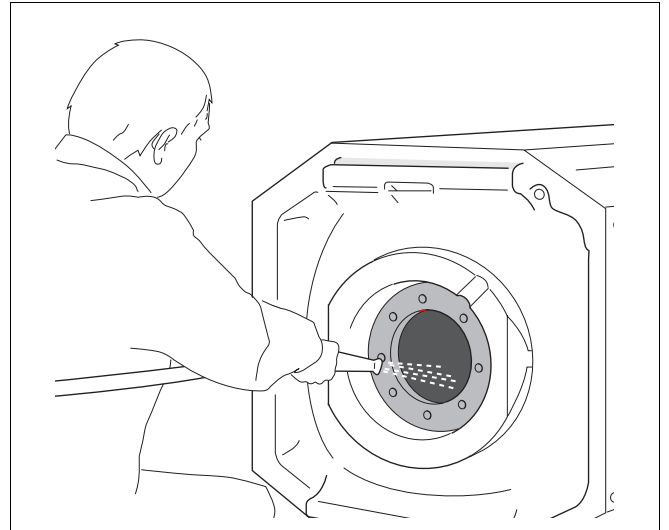

Abb. 14 Warmwasserspeicher ausspritzen
- Innenraum des Warmwasserspeichers mit einem „scharfen“ Kaltwasserstrahl (ca. 4 – 5 bar Überdruck) ausspritzen (Abb. 14).